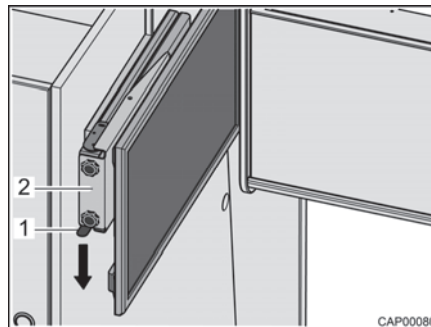

Bild 57 Utdrag med platt bildskärm
- Tryck låsfjädern (Bild 57,1) nedåt och dra ut utdraget (Bild 57,2) med den platta bildskärmen vågrätt i riktning mot fordonets mitt.
- Skjut in utdraget (Bild 57,2) med den platta bildskärmen vågrätt fram till anslaget. Låsfjädern (Bild 57,1) hakar fast hörbart.